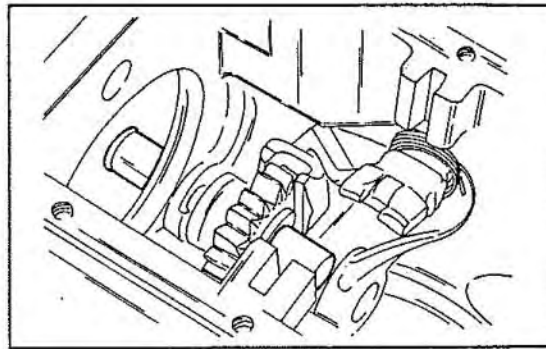

**Bild 151**
- Synchronkörper des 1./2. Ganges zusammenbauen. Die Rille für die Schaltgabel muss zur Vorderseite weisen. Die Farbmarkierungen von Schieberad und Synchronnabe müssen gegenüberstehen. Bild 151 zeigt wie der Synchronkörper aufgesetzt wird.
- Gangrad des 2. Ganges (11) mit den Halbscheiben (10) zusammenbauen und mit dem Sicherungsring (2) befestigen.